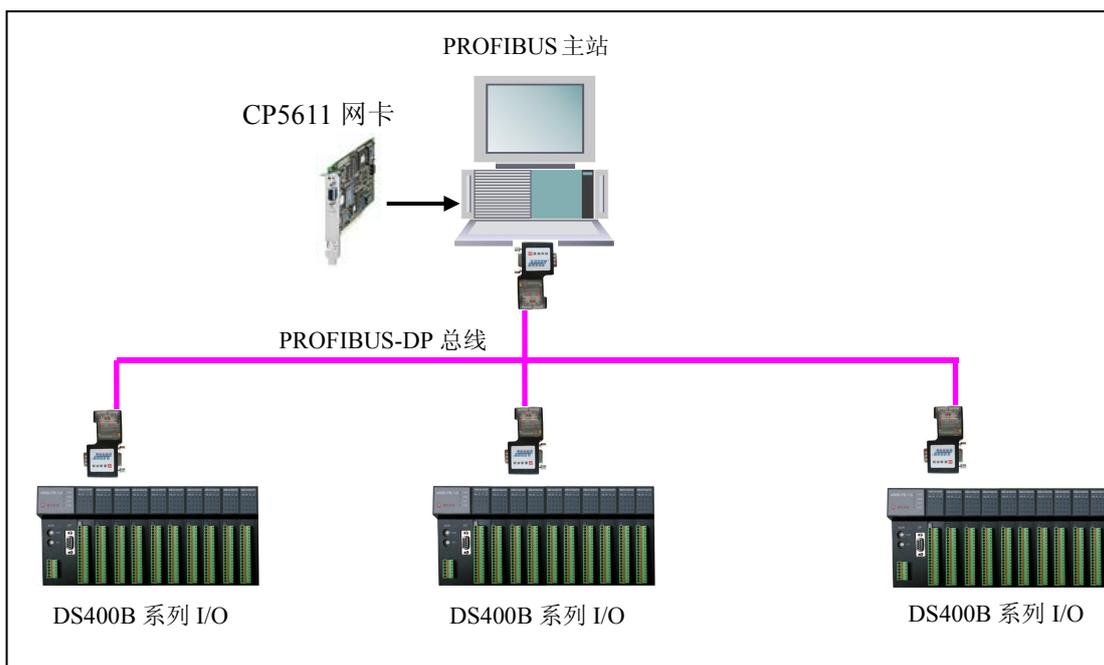

图 1-4 与基于 PC 机的 PROFIBUS 主站（如 CP5611、CP5613 网卡）组成分布式数据采集系统
③ 与基于 PC 机的 PROFIBUS-DP 主站（如 CP5611、CP5613）组成分布式数据采集系统，见图 1-4。